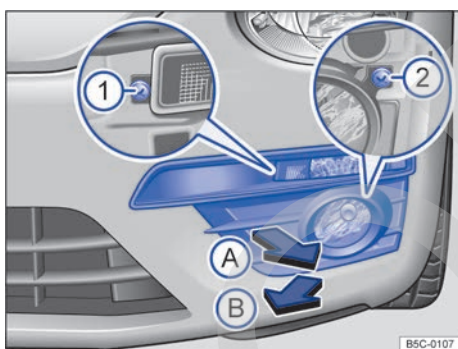
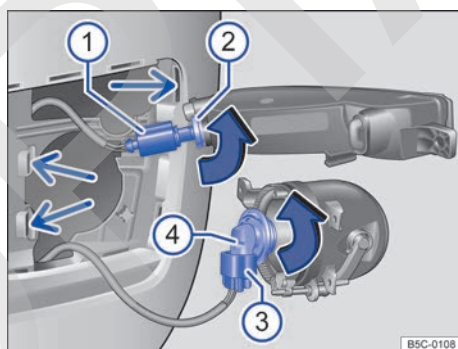

Fig. 187 En el lado izquierdo del paragolpes delantero: desmontar el faro.
Fig. 188 Cambiar la lámpara del faro.
Intermitente delantero → fig. 188 ②	Luz antiniebla/luz de curva ④
2.	Tire de la cubierta un poco hacia delante por las láminas, empezando por el lado interior, → fig. 187 (flecha A) hasta que se desprenda de los encastres.
4.	Desenrosque los tornillos de fijación ① y ② con el destornillador de las herramientas de a bordo → pág. 262.
5.	Incline la unidad de iluminación correspondiente un poco hacia delante y extráigala de los alojamientos laterales → fig. 188 (flechas pequeñas).
6.	Desbloquee el conector ① y desacóplelo.	Desbloquee el conector ③ y desacóplelo.
7.	Gire el portalámparas ② hacia la izquierda, en el sentido de la flecha y hasta el tope, y extráigalo junto con la lámpara hacia atrás.	Gire el portalámparas ④ hacia la izquierda, en el sentido de la flecha y hasta el tope, y extráigalo junto con la lámpara hacia atrás.
10.	Acople el conector ① al portalámparas ②. El conector debe encastrar de forma audible.	Acople el conector ③ al portalámparas ④. El conector debe encastrar de forma audible.
11.	Introduzca la unidad de iluminación correspondiente en sus alojamientos → fig. 188 (flechas pequeñas) y encájela hacia atrás.
12.	Apriete los tornillos de fijación → fig. 187 ① y ② con el destornillador.
13.	Coloque la cubierta en el paragolpes, empezando por el lado exterior, en el sentido contrario al de la flecha ⑤.